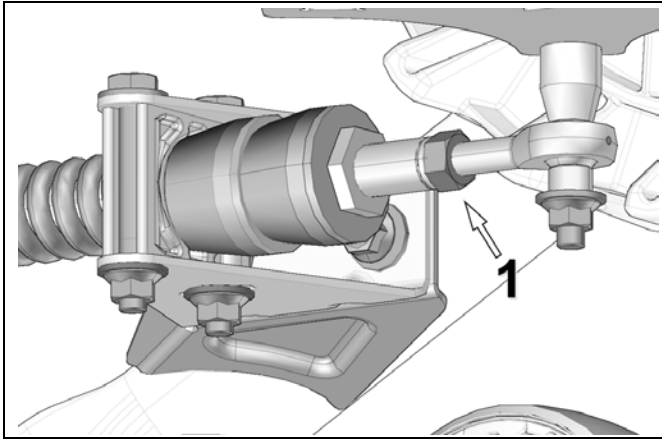

Figure 19
- Une fois le réglage atteint, resserrer le contre-écrou (1) à un couple de 40 N•m (30 lb•pi). Voir la Figure 19.